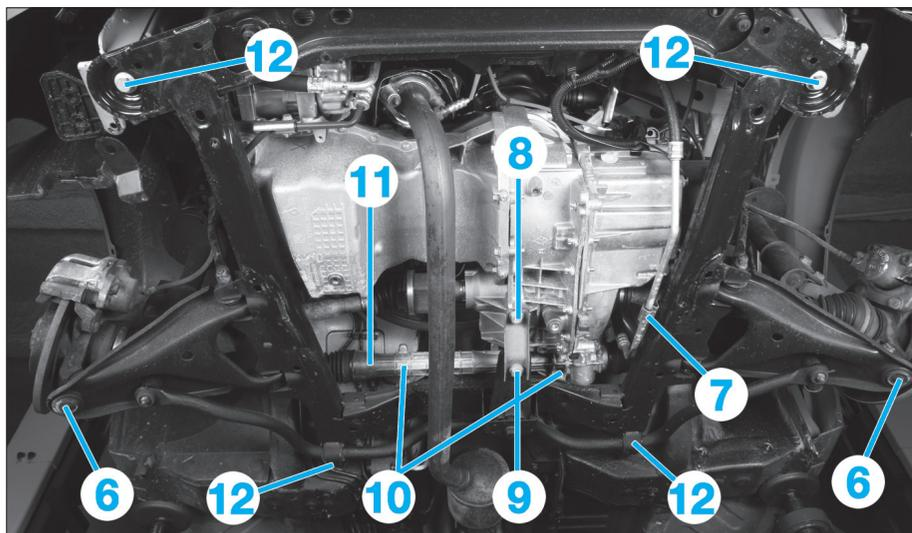

Fig. 12
- les boulons (6) de rotules inférieures de triangle sur le pivot (Fig.12).
- Déposer la vis (7) de la canalisation basse pression de direction assistée sur le berceau côté gauche.
- la vis (8) de la biellette antibasculement sur la boîte de vitesses,
- la vis (9) de la patte de maintien de la biellette antibasculement,
- les vis (10) du boîtier de direction (11) sur le berceau.